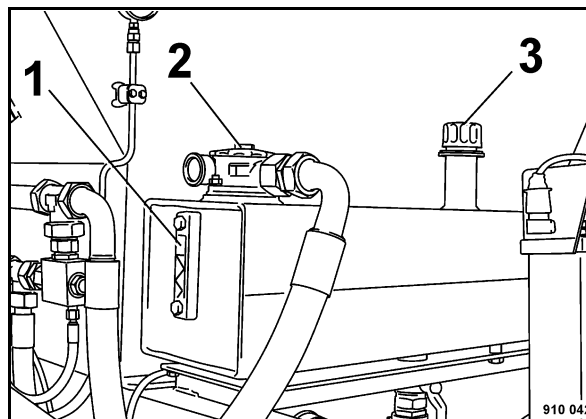

Bild 38
- Deckel 2 (Bild 38) abschrauben und Filter entnehmen.
- Belüftungsfilter (3) abschrauben.
- Ölstand am Schauglas (1) prüfen.